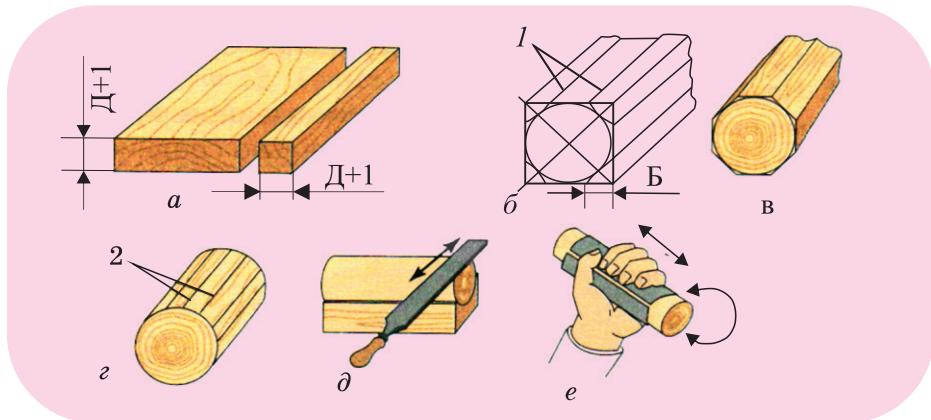

Рис. 1. Последовательность изготовления детали цилиндрической формы ручным инструментом:
Детали цилиндрической формы, которые в поперечном сечении имеют форму круга, можно изготавливать из брусков квадратного сечения. Бруски обычно делают из досок (рис. 1, а). Толщина и ширина D бруска должна быть на 1-2 мм больше диаметра будущего изделия с учетом припуска (запаса) на обработку.
Перед изготовлением из бруска круглой детали производят ее разметку. Для этого на торцах заготовки пересечением диагоналей находят центр и циркулем описывают вокруг него окружность радиусом, равным 0,5 диаметра заготовки (рис. 1, б).
Заготовку закрепляют на крышке верстака между клиньями или устанавливают в специальном приспособлении (призме) (*рис. 1, б*).
Границы восьмигранника строгают рубанком до линии разметки (*рис. 1, в*).
Чтобы больше приблизиться к форме цилиндра, на торцах размечают шестнадцатигранники, проводят линии разметки (2) и сострагивают грани шестнадцатигранника (*рис. 1, г*).
Дальнейшую обработку ведут поперек волокон с округлением формы вначале рашпилем, а затем напильниками с более мелкими насечками (*рис. 1, д*).
Окончательно обрабатывают цилиндрическую поверхность шлифованием с помощью шлифовальной шкурки. При этом один конец заготовки закрепляют в зажиме верстака, а другой обтягивают шлифовальной шкуркой и врачают ее. Иногда заготовку обертывают шлифовальной шкуркой, берут ее в левую руку, а правой врачают ее и перемещают вдоль оси вращения (*рис. 1, е*).